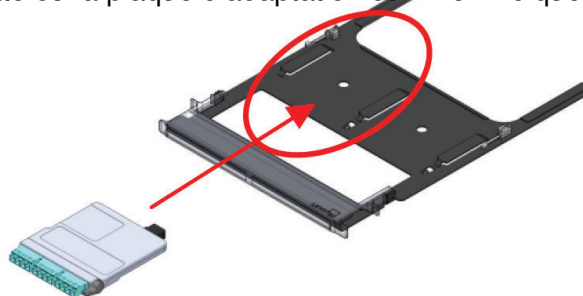

Figure 14
5.4.3 Insérer la cassette ou la plaque d'adaptation comme l'indique la Figure 14.